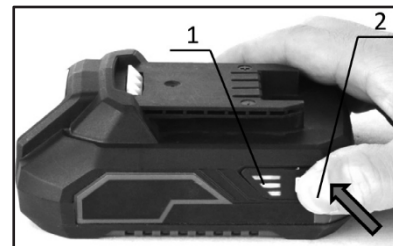

Rys. 1
**Instalowanie lub wyjmowanie akumulatora (rys. 1)**